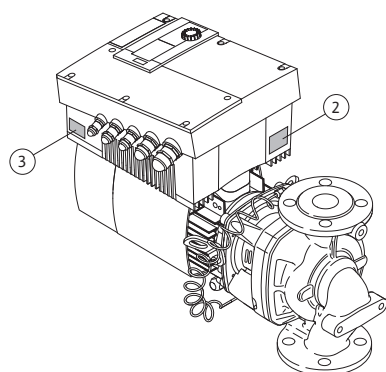

Fig. 12: Rozmieszczenie tabliczek znamionowych:
- Tabliczka znamionowa napędu znajduje się na module elektronicznym po stronie przepustów kablowych (Fig. 12, poz. 3). Podłączenie elektryczne musi być zgodne z danymi na tabliczce znamionowej napędu.